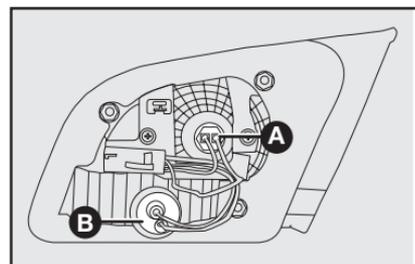

fig. 46
A-fig. 46: Luz de posición trasera.
B-fig. 46: Luz de marcha atrás.
2) Para sustituir la lámpara de la luz de posición, tire del portalámpara **A-fig. 46** y quite la lámpara fijada a presión. En seguida, sustituya la lámpara y recoloque el portalámpara.
3) Para sustituir la lámpara de la luz de marcha atrás, gire en sentido antihorario el portalámpara **B-fig. 46** y quite la lámpara fijada a presión. En seguida, sustituya la lámpara y recoloque el portalámpara, girándolo en sentido horario.
Para sustituir una lámpara del grupo de luces traseras de la carrocería **B-fig. 46**, es necesario: